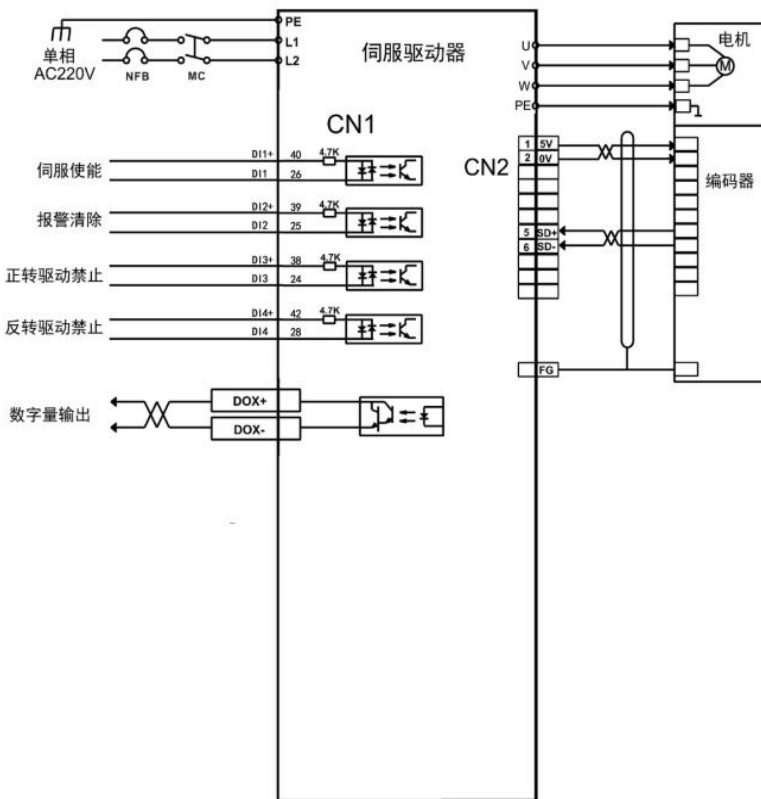

图5.4 速度模式接线图
- 3) 参考图5.4配线说明连接CN1端子中的所需的DI/DO信号，如何伺服使能，报警清除，定位完成信号等。